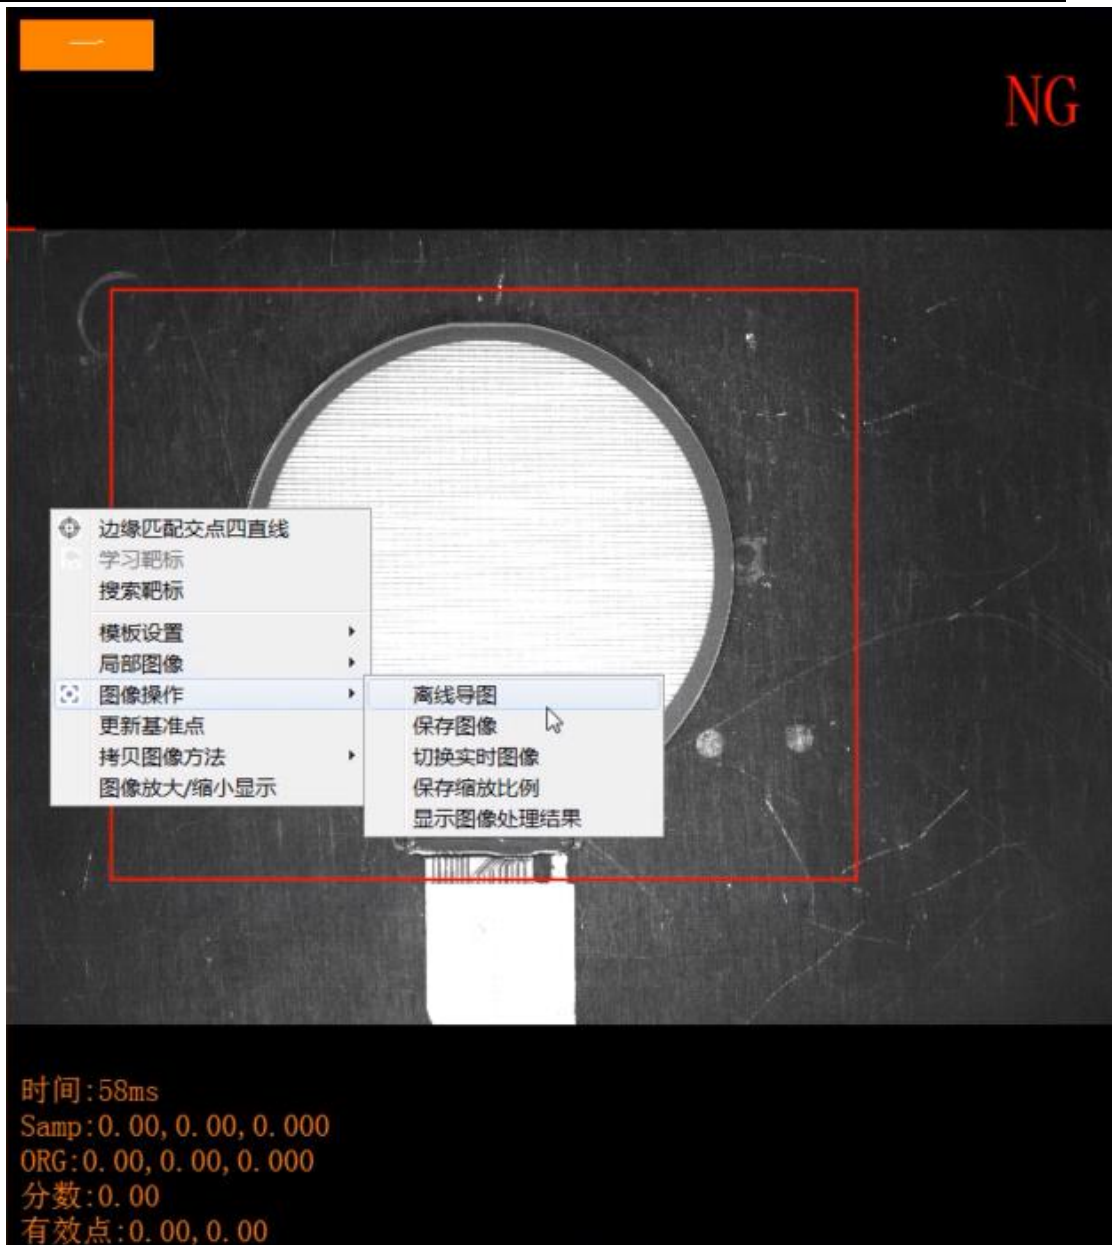

图 2-18
- E. **图像操作**: 主要用于导入导出图像作用, 如下图 2-18 所示: